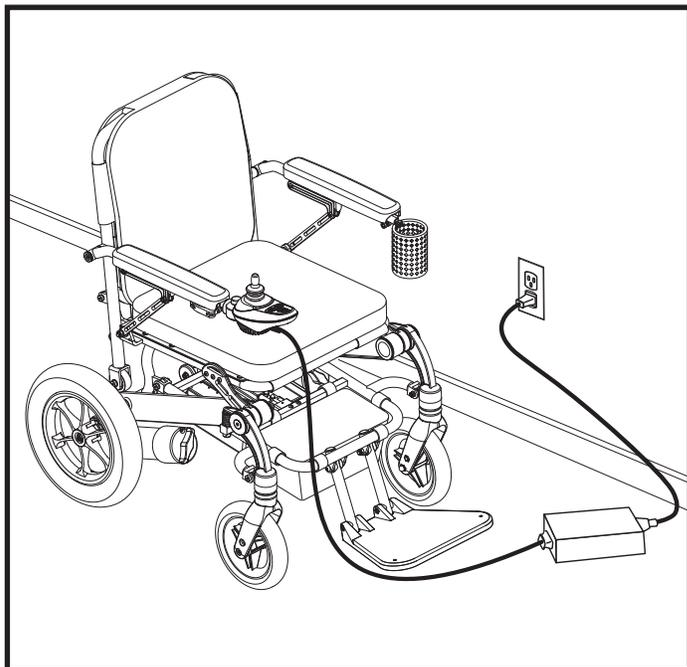

Abb. 13. Aufladen der Batterien mit dem externen Ladegerät
3. Stöpseln Sie das externe Ladegerät in die externe Ladegerät/ Programmierungssteckdose an der Steuerung. **Siehe Abb. 13.**